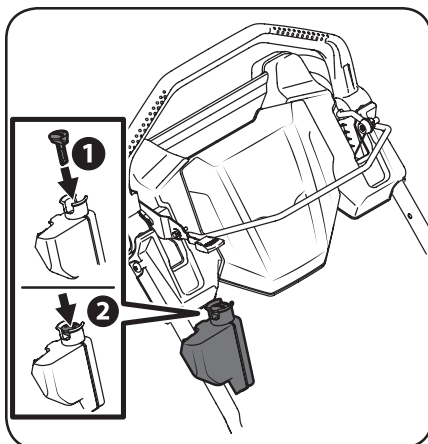

Figura 3-2
1. Inserte la llave de arranque eléctrico de plástico en el alojamiento del arrancador ubicado en el lado derecho de la manija superior hasta que calce a presión en el lugar. Vea la Figura 3-2.